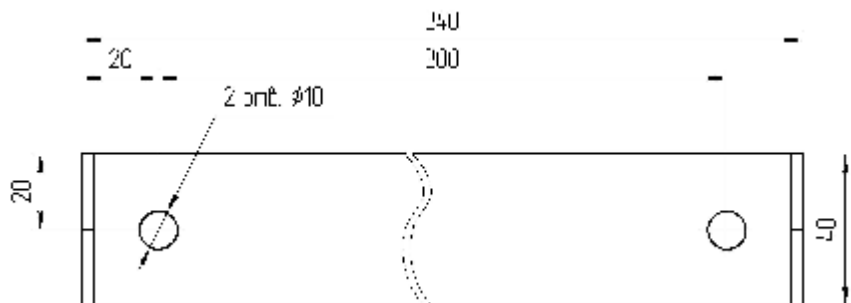

Рис. 4 Закладная деталь для крепления прибора
6.1.8. Прибор должен навешивается на закладную (входит в комплект поставки, (17) Рис.1). Разметку стены под крепление закладной детали произвести согласно Рис. 4.